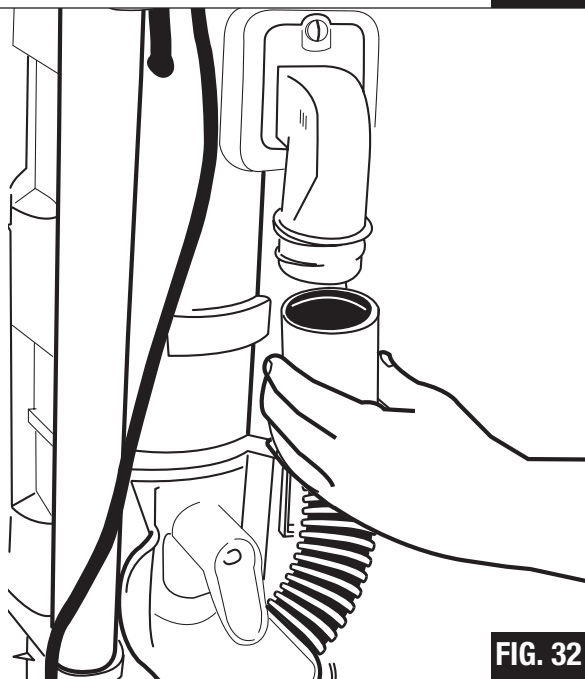

FIG. 32
- Step 4:** Twist the hose from the coupling elbow on the back of cleaner. Check for blockages at cleaner opening and in hose (FIG. 32). If a blockage is found, clear the blockage. The screw attaching the clear hose adapter can be removed for better access to a blockage.
Étape 4 : Retirer le tuyau du coude d'accouplement situé à l'arrière de l'aspirateur. Vérifier pour les obstructions à l'ouverture de l'aspirateur et dans le tuyau (FIG. 32). Si une obstruction est trouvée, enlevez-la. La vis attachant l'adaptateur à poussière du tuyau peut être enlevée pour un meilleur accès à l'endroit obstrué.
Paso 4: Haga girar levemente la manguera quitándola del codo acople en la parte trasera de la aspiradora. Revise para ver si hay obstrucciones en la entrada a la aspiradora o en la manguera (FIG. 32). Si encuentra alguna obstrucción, quítela. El tornillo que fija el adaptador transparente de la manguera puede ser quitado para facilitar el acceso a la obstrucción.